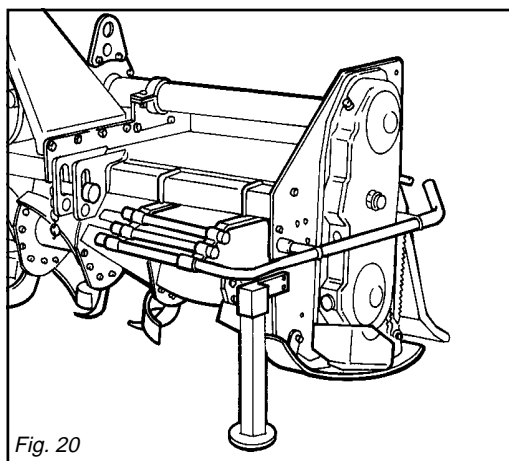

Fig. 20
the figure 20.
- 1- Den Stützfuß wie in Abb. 20 gezeigt
- 1- Placer le pied d'appui (voir figure 20).